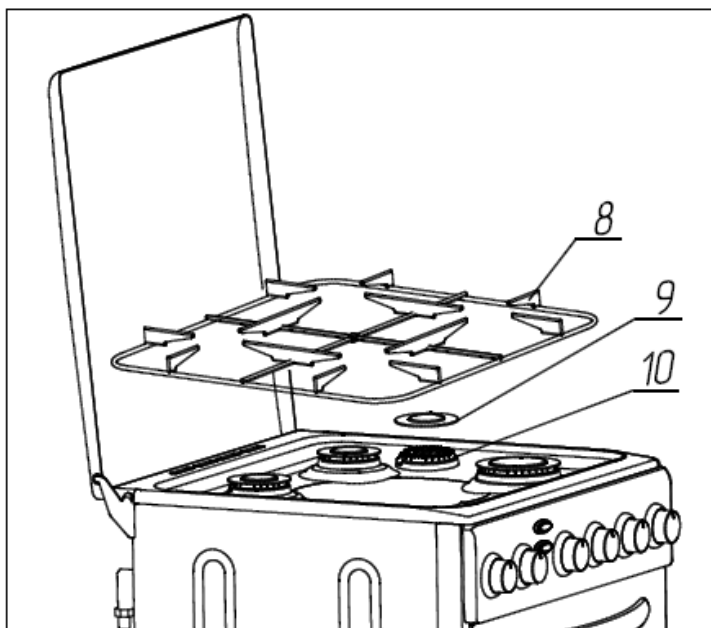

Рисунок 3. Подготовка плиты к замене сопла.
- снять решётку (8) с поддона плиты, а также крышки горелок (9) и вынуть насадки (10) (см. рис. 3);
- отвинтить винты (14) – 8 шт. и снять поддон с крышкой с плиты;